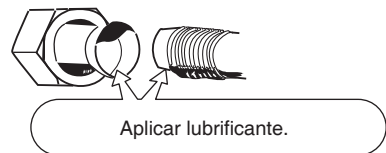

Fig. 5-4
- (1) Aplicar uma tampa de vedação ou de fita à prova de água para evitar que entre poeira ou água nos tubos, antes de serem utilizados.
- (2) Certificar-se de aplicar lubrificante de refrigeração (óleo éter) no interior da porca antes de fazer as conexões da tubulação. Isto é eficaz para reduzir vazamentos de gás. (Fig. 5-4)